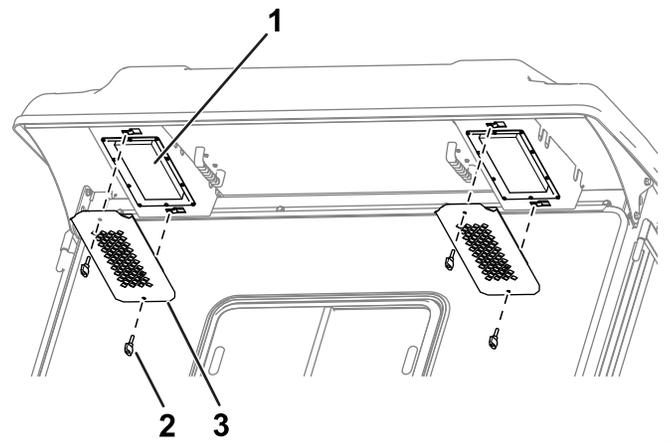

Figura 87
4. Utilize os manípulos e grades para instalar os filtros na cabina (**Figura 87**).
1. Remova os manípulos e grades da parte suspensa traseira da cabina (**Figura 87**).